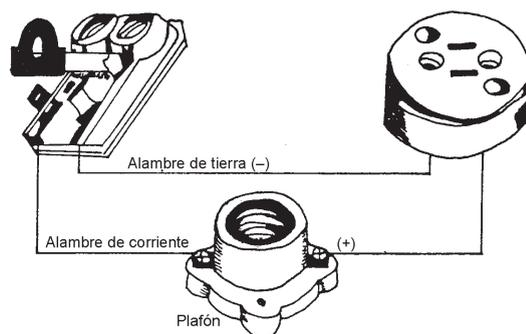

Figura 3
La figura 3 te muestra la conexión incorrecta de un contacto, ya que entre el *switch* o interruptor y el contacto, se encuentra conectado un plafón que no permitirá el paso de la corriente.
- Perfora el centro de la base de madera, utilizando una broca de 5/16; a través de este orificio pasará el cable (figura 3).